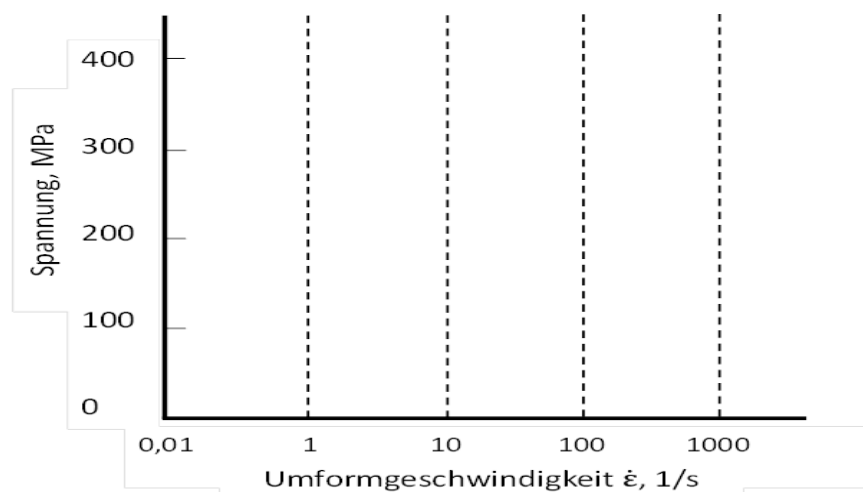

Abbildung 2
- c) Werkstoffe für crashrelevante Automobilbauteile werden im dynamischen Zugversuch bei Dehnraten von $\dot{\epsilon} > 1/s$ charakterisiert. Tragen Sie in **Abbildung 2** schematisch die Änderung der Streckgrenze und Zugfestigkeit mit steigender Dehnrates ein für einen ZStE180BH Stahl, der in der Automobilindustrie verwendet wird! (3 Punkte)